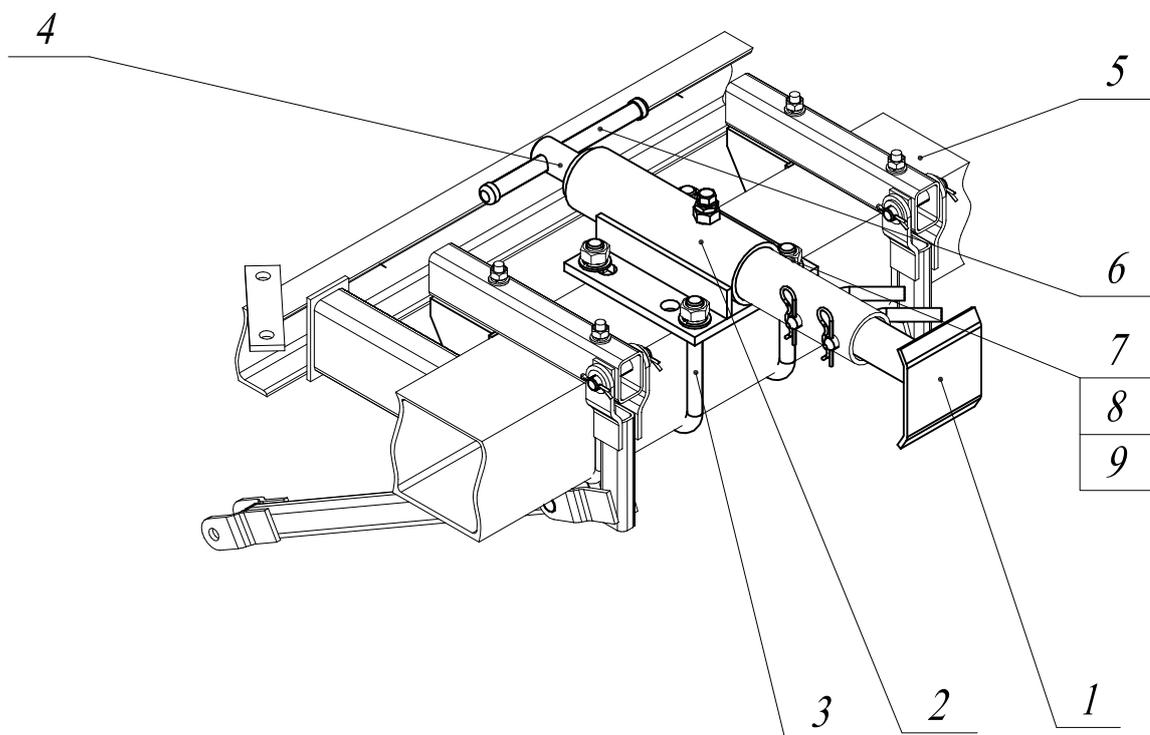

Рис.6 Опора стояночная СГВ 00.060.
2.1.4.Стояночная опора (рис.6) служит для обеспечения устойчивого положения сцепки в отцепленном положении. Опора состоит из корпуса 2, винта 4, пяты 1, рукоятки 6.Закрепляется опора на трубе боковой балки скобами 3 и гайками М20. Прокручиванием винта 4 в корпусе 2 регулируется высота опоры.